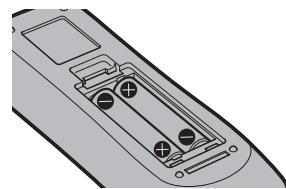

Fig. 2
- 2) Inserire le batterie e chiudere il coperchio (inserire prima il lato  $\oplus$ ). (Fig. 2)